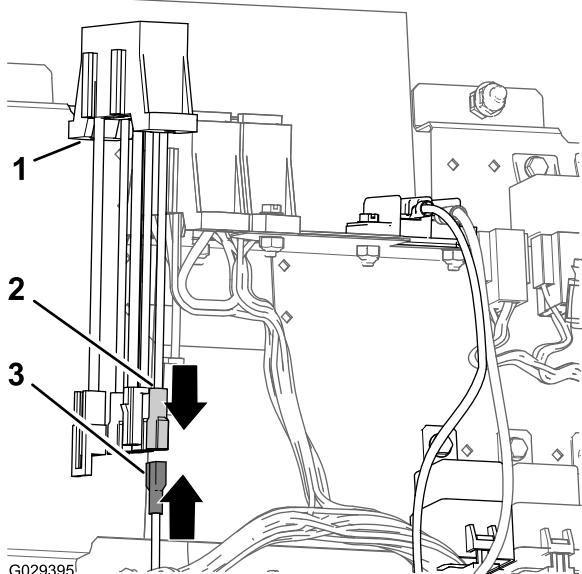

Bild 21
- Schließen Sie den Flachstecker des Kabelbaums für das Finishingkit am Buchsenstecker des Hilfssicherungsblocks an (Bild 21).